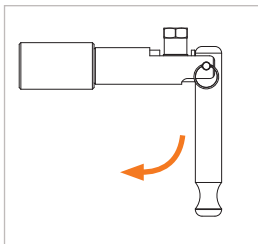

Figure 4
- ▶ Actionnez le levier de serrage (pos. 2) de 90° vers le bas (Figure 4). Le connecteur s'ajuste automatiquement à la pièce d'essai afin d'établir une connexion étanche.